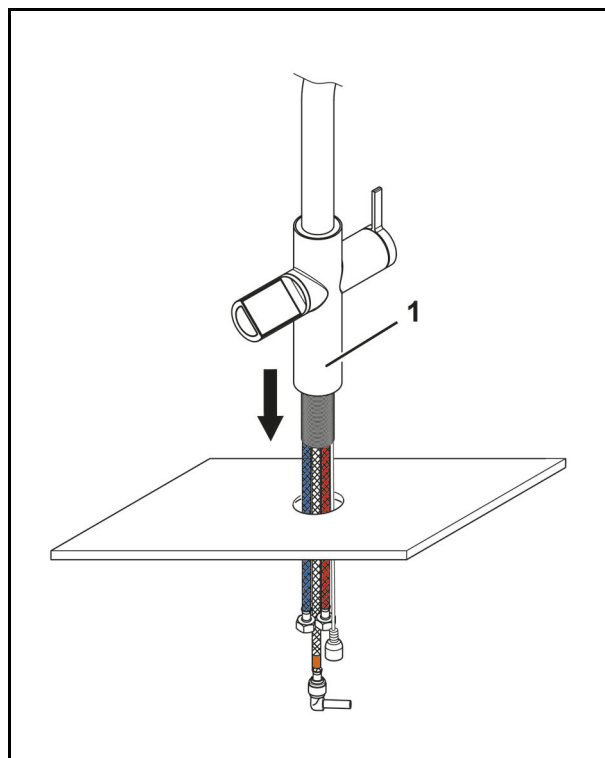

Abb. 11
1. Führen Sie die Leitungen der Armatur (Abb. 11/1) durch die Öffnung nach unten in den Unterbau.
2. Setzen Sie die Armatur (Abb. 11/1) auf den vorbereiteten Unterbau.